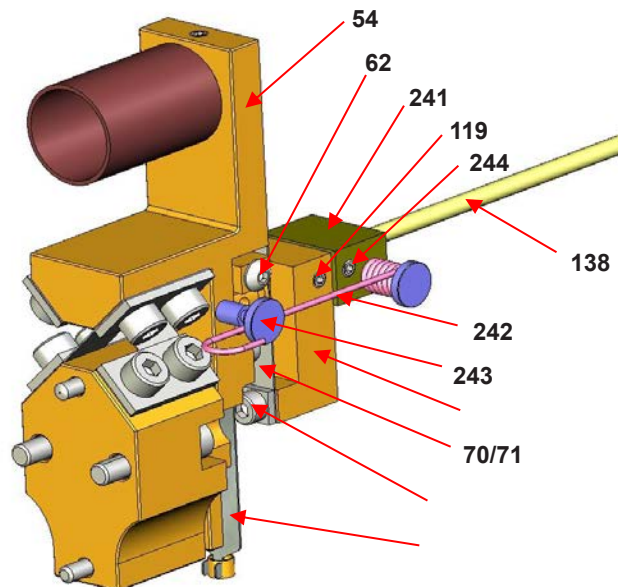

Рис. 21.
- a. Установить торсионную трубку (137) на опору. Опорное ребро на заднем конце торсионной трубки должно быть направлено вверх.
- b. Установить узел смещения (241) на торсионный вал (138).
- c. На торсионный вал (138) установить узел соединения (75) с фланцем (116), узел соединительной гибкой пластинки (70) [включающий гибкую пластинку (71), штифт (72) и шайбу (73)], фланец (117) и его два ослабленных винта (118) (см. рис. 21).
- e. Расположить узел вертикально на валу так, чтобы расстояние между соединительной гибкой пластинкой (71) и фланцем торсионной трубки было равно $59,5 \pm 0,5$ мм (см. рис. 21). Плотно прижать этот узел к валу двумя боковыми винтами (119).
- f. Поместить узел смещения на расстоянии 1 мм от соединительного узла, сцентрировать узел смещения относительно соединительного узла и зафиксировать на валу двумя боковыми винтами (244).
- g. Убедиться в том, что винт (62) на кронштейне (54) не затянут.
- i. Вставить корпус во фланец торсионной трубки, наблюдая через боковое отверстие за тем, как штифт (72) входит в соединительный конец кронштейна. Использовать какой-либо плоский инструмент для поддержания соединительной гибкой пластинки (71).
- j. Когда корпус войдет в соприкосновение с фланцем торсионной трубки, убедиться в свободном вращении кронштейна, нажав пальцем на гибкую пластинку (59) через нижнее отверстие с резьбой 3/4" NPT.
- k. Закрепить корпус четырьмя винтами (121) с шайбами (122). Плотно затянуть.
- l. Еще раз убедиться в свободном вращении кронштейна и в отсутствии деформации гибкой пластинки (71). Соединение на кронштейне (54) затягивают позднее.